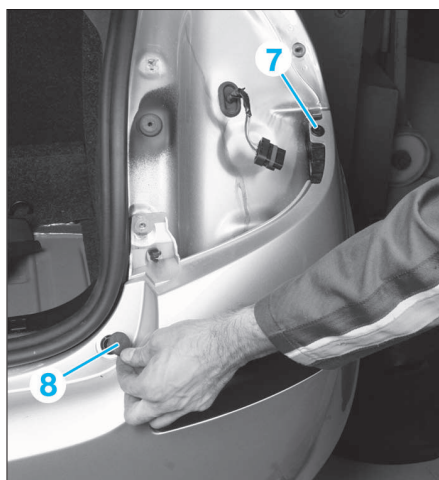

FIG. 116
- Déposer les agrafes (7) (Fig.116).